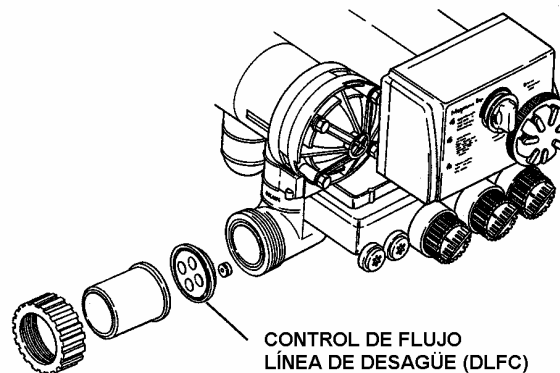

FIGURA 3.
2. Realizar el conexionado eléctrico correspondiente, conectar los racores proporcionados en las conexiones de entrada, salida y desagüe. Instalar el DLFC tal y como se indica en la Figura 3.